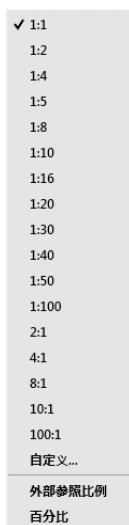
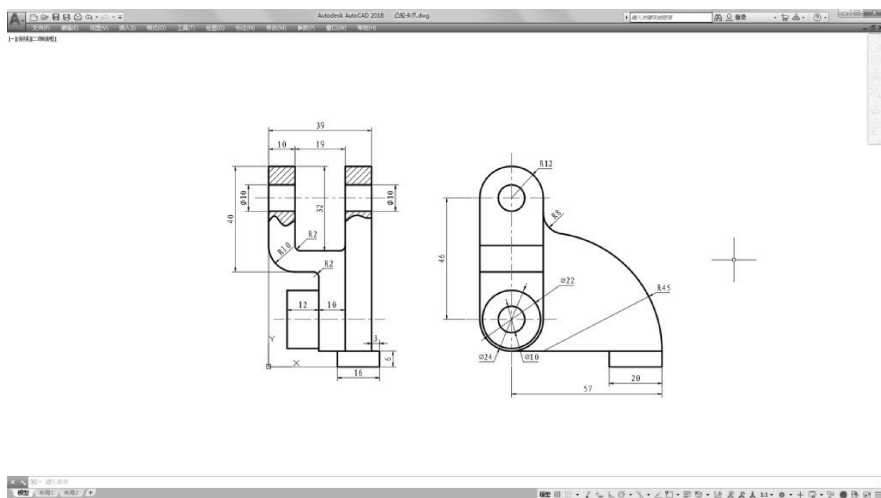

图 1-16 注释比例列表
图 1-17 全屏显示绘图窗口
(20) 自动缩放：注释比例更改时，自动将比例添加到注释对象。
(21) 注释比例：单击注释比例右下角的小三角符号，弹出注释比例列表，如图 1-16 所示，可以根据需要选择适当的注释比例。
(22) 切换工作空间：进行工作空间转换。
(23) 注释监视器：打开仅用于所有事件或模型文档事件的注释监视器。
(24) 单位：指定线性度和角度单位的格式和小数位数。
(25) 快捷特性：控制快捷特性面板的使用与禁用。
(26) 锁定用户界面：按下该按钮，锁定工具栏、面板和可固定窗口的位置和大小。
(27) 隔离对象：当选择隔离对象时，在当前视图中显示选定对象，所有其他对象都暂时隐藏；当选择隐藏对象时，在当前视图中暂时隐藏选定对象，所有其他对象都可见。
(28) 硬件加速：设置图形卡的驱动程序以及设置硬件加速的选项。
(29) 全屏显示：该选项可以清除 Windows 窗口中的标题栏、功能区和选项板等界面元素，使 AutoCAD 的绘图窗口全屏显示，如图 1-17 所示。